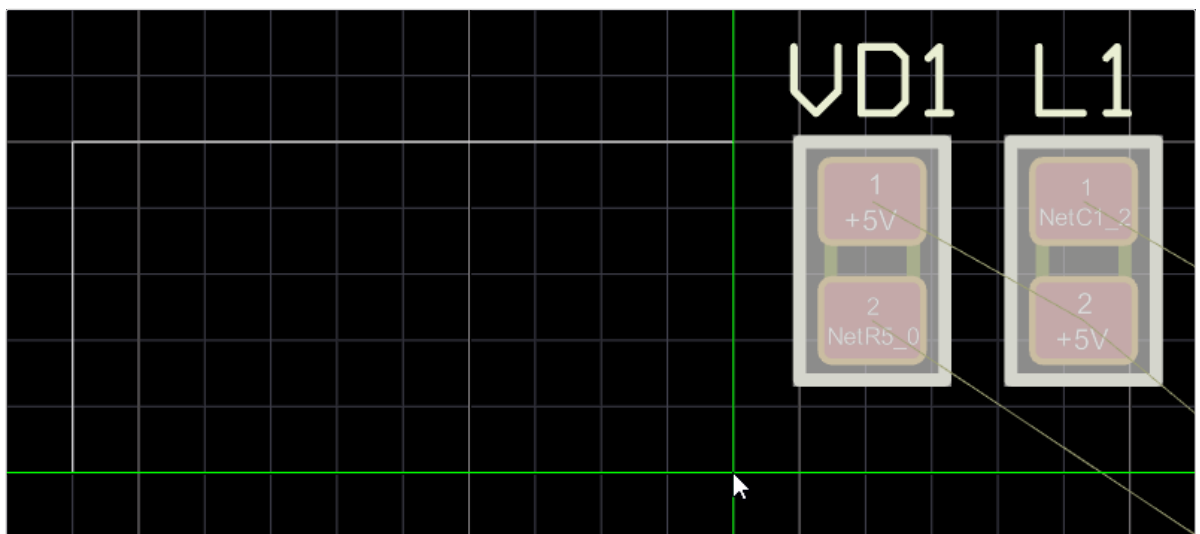

Рисунок 233. Определение области прямоугольника
- 4) Переместить курсор мыши в требуемую точку для определения размера прямоугольника (см. рисунок 233).